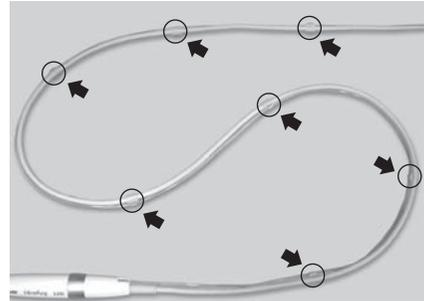

Fig.16
- Una o cabo da peça de mão e o tubo de irrigação em 7 pontos conforme mostrado na Fig. 16.